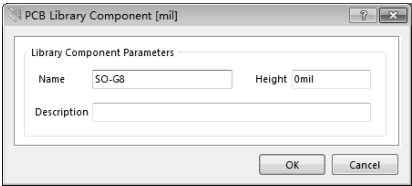

图 3.7.14 修改元件名称
(3) 修改元件名称：在编辑器左边“Components（元件）”选项区域中双击“PCB Component_1”名称，弹出“PCB 库元件”对话框。将“Name（名称）”改为“SO-G8”，如图 3.7.14 所示。
(4) 跳至参考原点：执行“Edit（编辑）”“Jump（跳转到）”“Reference（参考）”命令，将鼠标指针回到原点（0,0）。